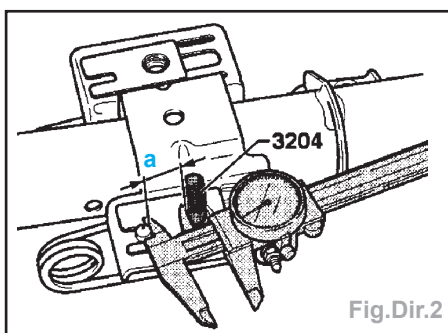

Fig.Dir.2
- Contrôler la cote (a) (Fig.Dir.2).